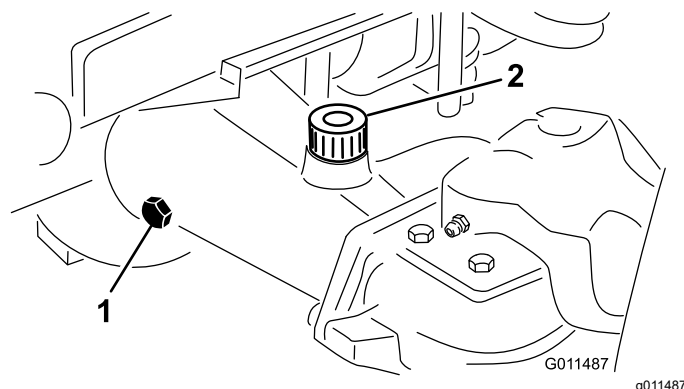

Рисунок 105
2. Снимите контрольную пробку с одного конца моста и убедитесь, что масло доходит до низа отверстия (Рисунок 105).